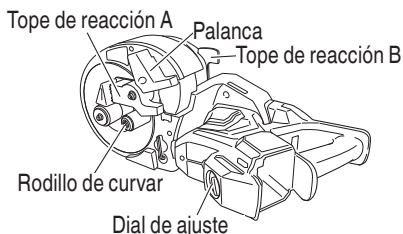

Fig. 23
- (1) Posicione la herramienta como se muestra en la Fig. 23.